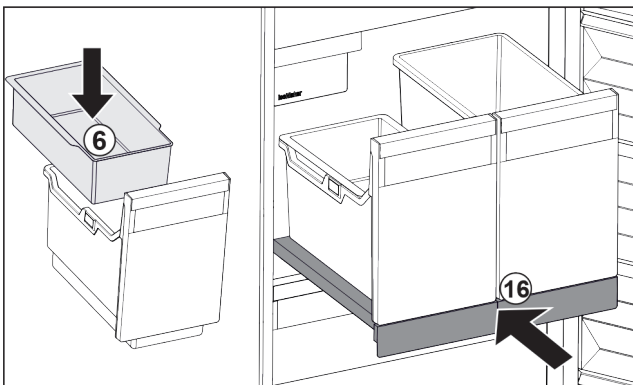

Fig. 111
- ▶ Поставете окачващата се поставка Fig. 111 (6) за ледени кубчета.
- ▶ Вкарайте изтеглящата се дъска със съдовете (IceTower). Fig. 111 (16)